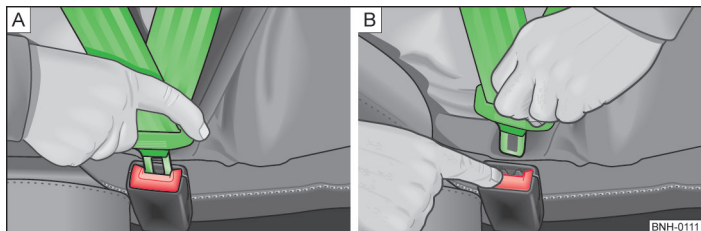

Fig. 113 Fixarea sau desfacerea centurii de siguranță
- » Introduceți clema de fixare în catarama aferentă a centurii de siguranță, până când se fixează cu un declic » fig. 113 - A.
- » Apăsăți tasta de culoare roșie de pe catarama centurii » fig. 113 - B, lamela de fixare sare afară.